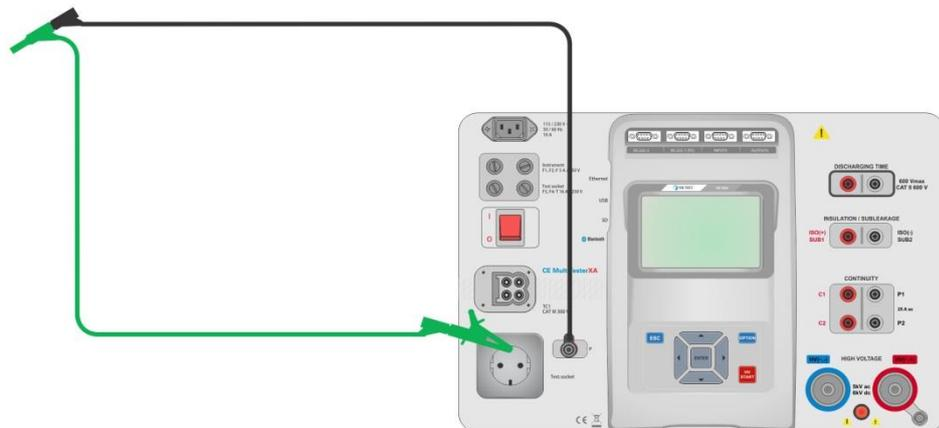

Abbildung 7.20: Kurzgeschlossene Prüflitungen
- › Schließen Sie die Prüflitungen am Gerät an, und schließen Sie die Prüflitungen miteinander kurz (siehe *Abbildung 7.20*).